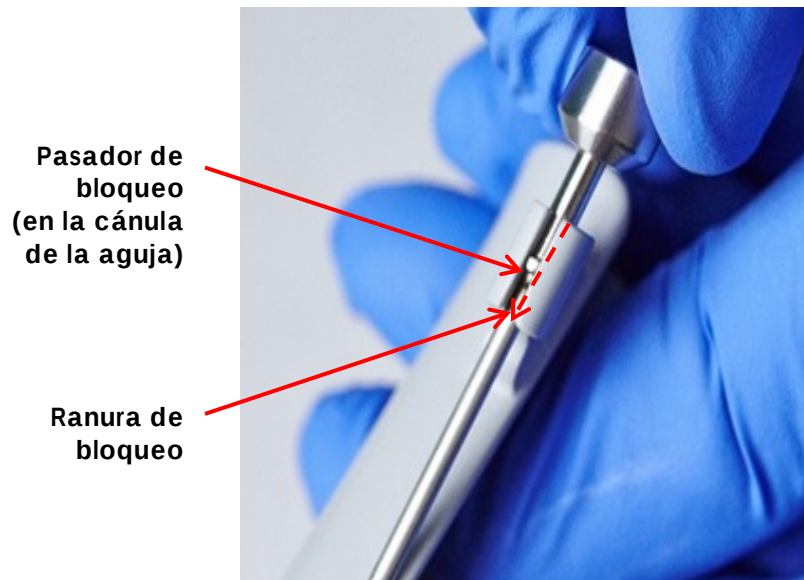

Figura 7. Bloqueo de la cánula de aguja
2. Alinee el pasador de bloqueo con la *ranura de bloqueo* de la *carcasa de plástico* y páselo a todo lo largo de la *ranura de bloqueo* (consulte la Figura 7).